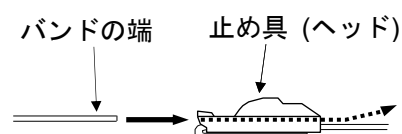

図 2-3-7 横から見た図
3. 配管に配管巻付用バンドを巻き付けて、バンドの片側（止め具のない方）を止め具（ヘッド）に通します。（図 2-3-7）